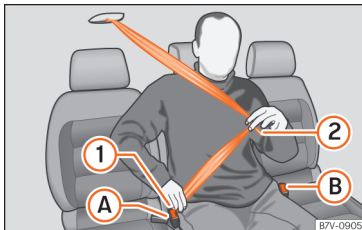

Abb. 14 Sicherheitsgurt am mittleren Sitz in der zweiten Sitzreihe anlegen.
- Gurtband an der Schlosszunge »» **Abb. 14**  nach unten ziehen. **Den** Gurt nicht verdrehen »» .
- Gurtband an der Schlosszunge »» **Abb. 14**  über das Becken des Insassen ziehen.
- Rote Taste im Gurtschloss drücken »» **Abb. 14** . Die Schlosszunge springt heraus.